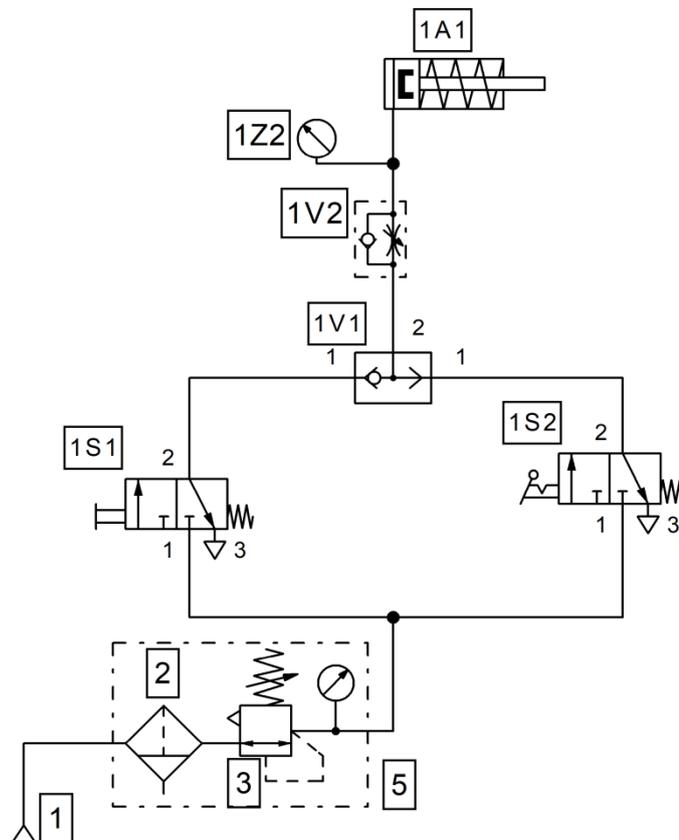

Figure 1
1) Le schéma ci-dessous (**Figure 1**) représente le circuit d'une installation pneumatique utilisée pour commander un vérin.